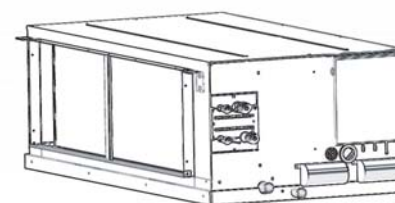

Рис. 1
- 1) Ослабьте винты вокруг основания кондиционера так, чтобы основание можно было снять. (Рис. 1, 2).